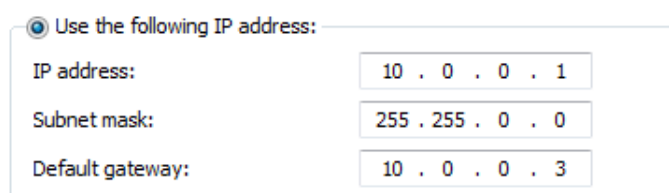

图 15 “Internet 协议版本 4”对话框 – 使用下面的 IP 地址
- f 在此对话框的“常规”选项卡上，选择 **Use the following IP address**（使用下面的 IP 地址）并将 IP 地址、子网掩码和默认网关设置为图 15 中所示的值。单击 **OK**（确定）关闭此对话框。